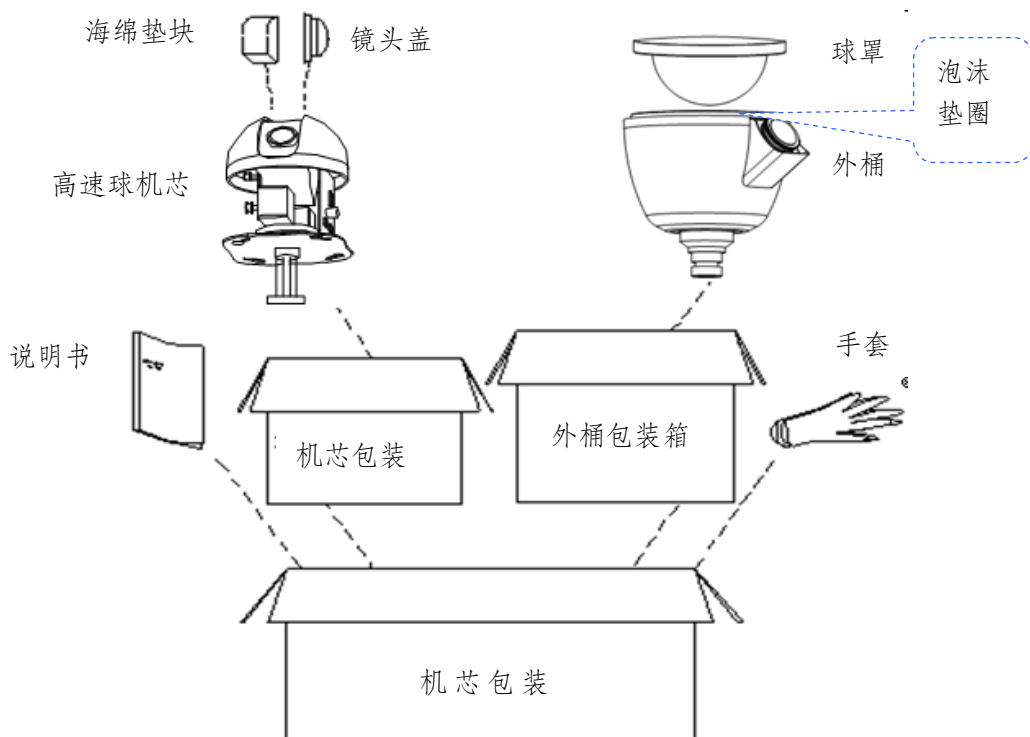

图 3-4
1. 打开外包装箱，从机芯包装箱内取出高速球（注意取下摄像机罩中的海绵垫块和镜头盖）。从外桶包装箱内取出外桶及球罩（注意取下全景摄像机镜头的保护罩，若是选配了遮阳罩的自动跟踪全景高速球型摄像机还要取出外桶口处的泡沫垫圈）。位置如图 3-4：